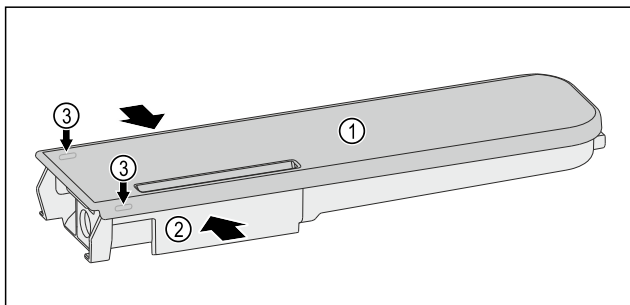

Fig. 119
- ▶ Stlačte nádrž na vodu *Fig. 119 (2)* k sobě a víko *Fig. 119 (1)* opatrně vypácte přes západky *Fig. 119 (3)* a vytáhněte nahoru.
- ▶ Víkem *Fig. 119 (1)* pohybujte lehce tam a zpět a sejměte jej nahoru.